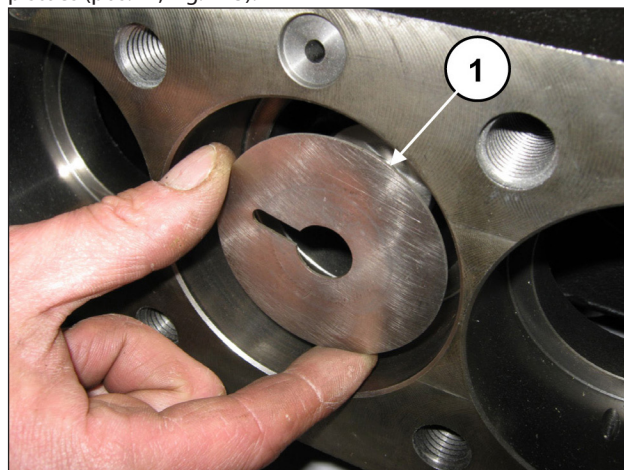

Fig. 173
Puxe os anéis de proteção contra respingos das guias dos pistões (pos. ①, Fig. 173).